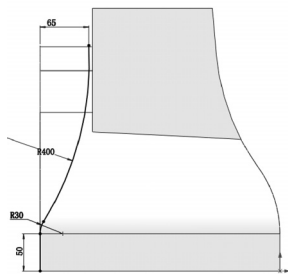

图 6-93 绘制草图尺寸 4
10) 绘制草图。在左侧的 FeatureManager 设计树中用鼠标选择“右视基准面”作为绘制图形的基准面。单击“草图”控制面板中的 $\square$ （直线）按钮和 $\text{⌢}$ （三点圆弧）按钮，绘制如图 6-93 所示的草图。